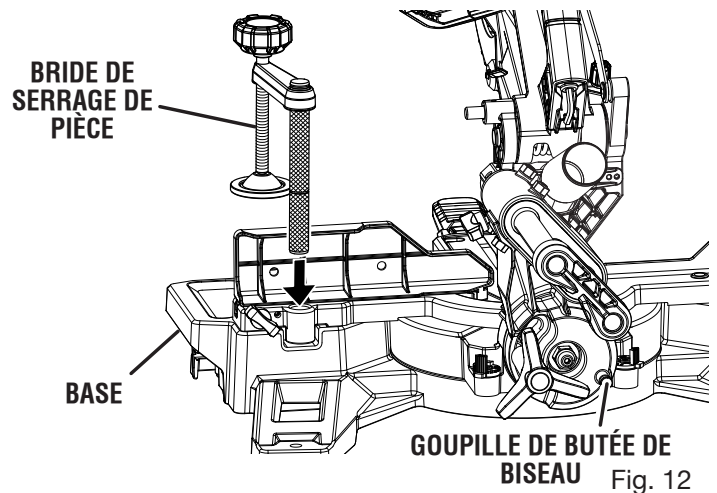

Fig. 12
Voir la figure 12.
- Enfoncer la goupille de butée de biseau. *Voir la figure 12.*